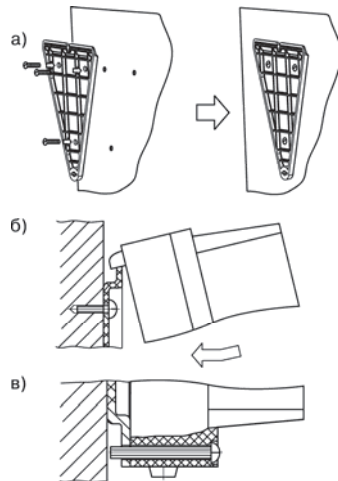

Рисунок 5.1 – Монтаж пристрою настінного виконання
1) Закріпити кронштейн трьома гвинтами М4×20 на поверхні, яка призначена для встановлення пристрою (див. Додаток А та рисунок 5.1, а).
2) Зачепити кріпильний куточок на задній стінці пристрою за верхню кромку кронштейна (рисунок 5.1, б).
3) Прикріпити пристрій до кронштейну гвинтом М4×35 із комплекту постачання (рисунок 5.1, в).